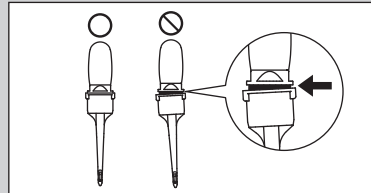

Fig. 9
- Insérez intégralement et solidement l'insert en vous référant à Fig. 9. Si l'insert est mal inséré, celui-ci peut se détacher et provoquer une ingestion accidentelle.